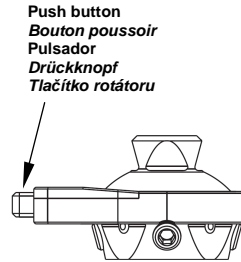

Fig. 1
- Presser sur le bouton poussoir (Fig. 1) du **rotateur 1K52** afin de déverrouiller la rotation.
- Press the push button (Fig.1) of the **1K52 Rotator** to release the lock in rotation.
- Den Drückknopf des **Drehadapters 1K52** (Abb. 1) zur Entriegelung der Rotation drücken.
- Apriete el pulsador (Fig. 1) del **rotatorio 1K52** para desbloquear la rotación.